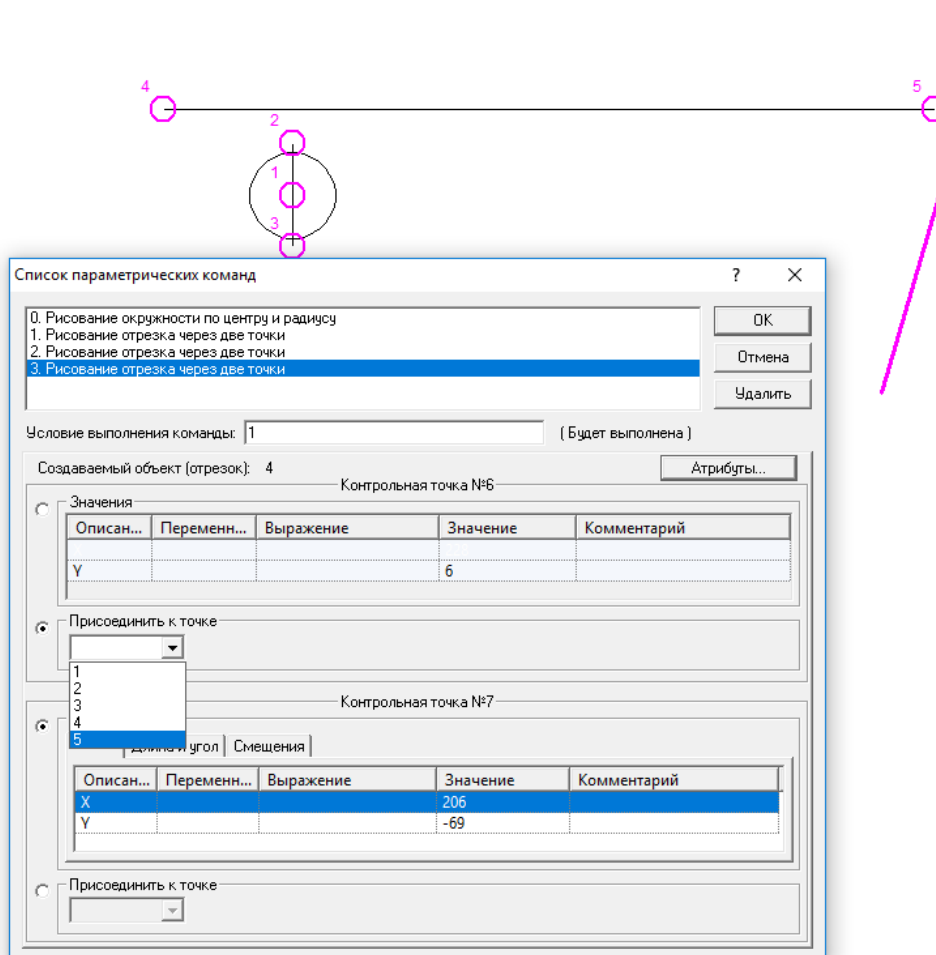

Рис. 1.6
- Затем рядом строим произвольно правый вертикальный отрезок. Он должен присоединиться к концу предыдущего отрезка. Поэтому начальную точку этого отрезка задаем не координатами, а указанием контрольной точки, к которой он будет присоединен. Для этого ставим переключатель в положение *Присоединить к точке* и, нажав стрелку выпадающего списка, выбираем нужную контрольную точку объектов и их расположение на чертеже (рис. 1.6). Присоединяем начальную точку создаваемого отрезка к контрольной точке № 5.